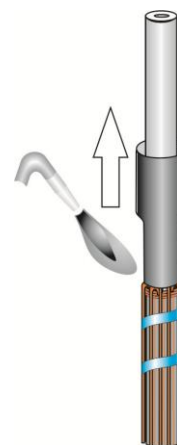

Рис.8
8. Надвинуть экранирующую манжету на жилу кабеля до изгиба проволок экрана и усадить. Усадку производить в направлении, указанном на Рис.8. **ОПЕРАЦИЯ ВЫПОЛНЯЕТСЯ НА КАЖДОЙ ЖИЛЕ!**